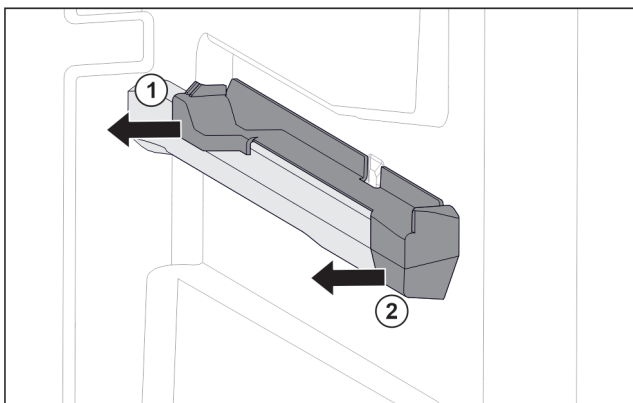

Fig. 103 Påsettsingsdel på høyre beholderribbe
- ▶ Trekk av påsettsingsdel bak til siden. Fig. 103 (1)
- ▶ Trekk av påsettsingsdel foran til siden. Fig. 103 (2)